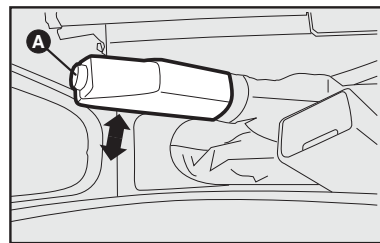

fig. 1
## FREIO DE MÃO - fig. 1
- 1) Levantar levemente a alavanca e apertar o botão de desengate **A-fig. 1**.
- 2) Manter apertado o botão e abaixar a alavanca. A luz-espia (D) apaga-se.